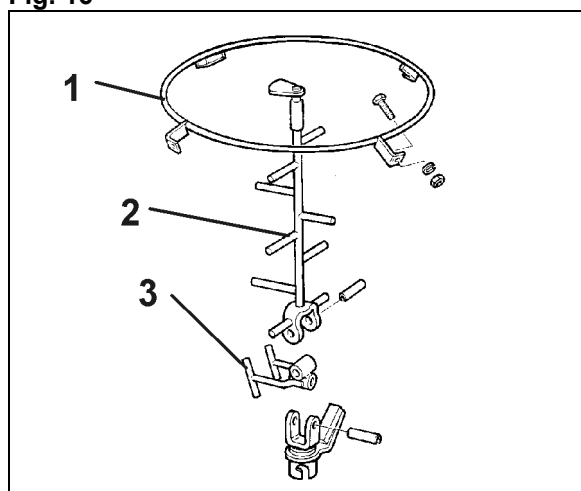

Fig. 17
1. Pierścień prowadzący (Fig. 17/1) przykręcić w istniejących otworach zbiornika.
2. Górną część mieszadła (Fig. 17/2) zamocować tuleją napinającą na dolnej części mieszadła (Fig. 17/3).